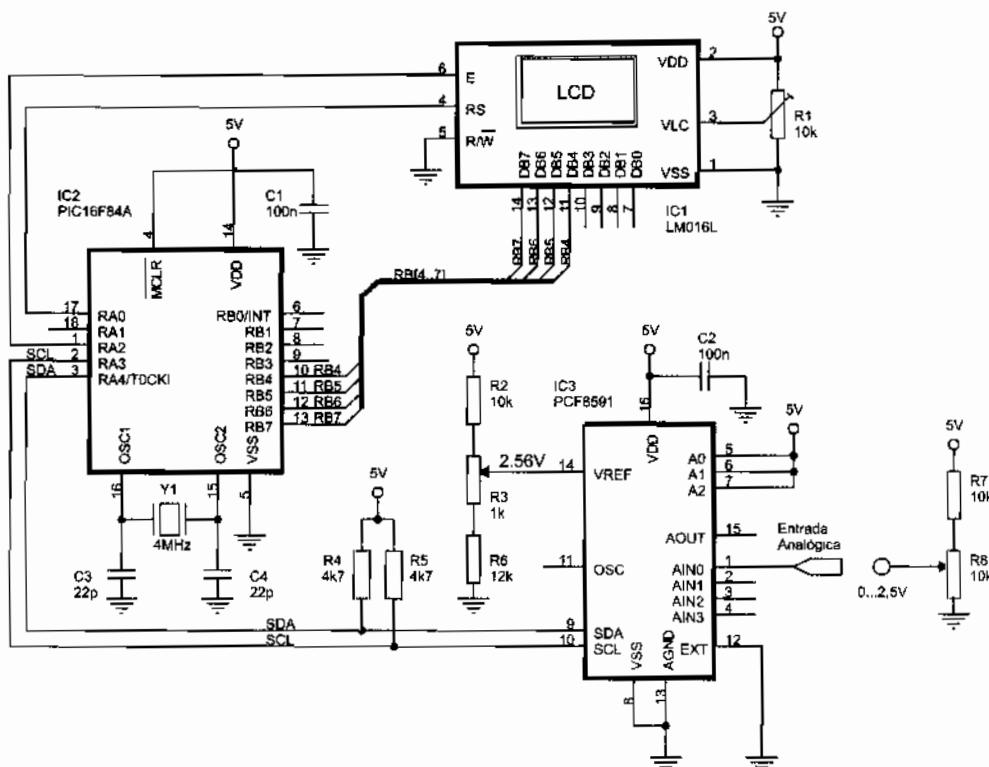

Figura 27-10 Ejemplo de configuración del PCF8591 como ADC
En la figura 27-10 se muestra un PCF8591 en configuración típica trabajando como convertidor Analógico - Digital ADC (*Analog to Digital Converter*). A destacar:
**EJEMPLO:** Deducir el valor digital de salida del PCF8591 configurado como ADC de la figura 27-10, donde la tensión aplicada al pin VREF es de 2,56 V, el pin AGND está conectado a masa y la tensión de entrada aplicada al pin AIN0 es de 2,17 V.
Una de las aplicaciones más interesantes en proyectos con ADC es la realización de un voltímetro. El siguiente programa es un ejemplo para el circuito de la figura 27-10.